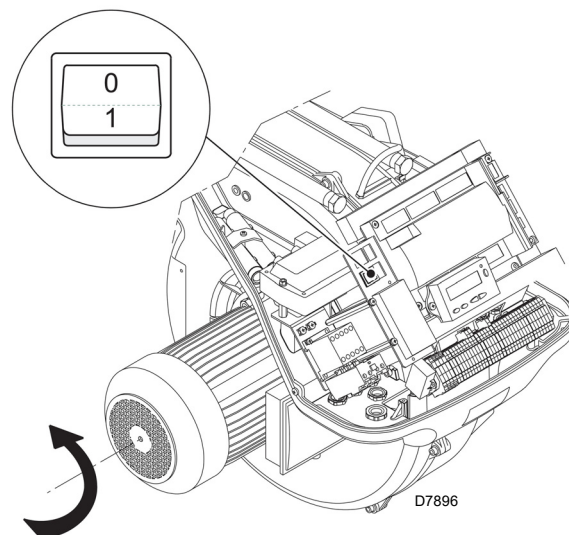

Fig. 28
Fechar os termóstatos/pressostatos e colocar o interruptor da Fig. 28 na posição “1”.
Aquando do arranque do queimador, posicionar-se na frente da ventoinha de arrefecimento do motor do ventilador e verificar se a mesma gira no sentido anti-horário. Ver Fig. 28.
- colocar o interruptor de Fig. 28 na posição “0” e aguardar que o controlo de chama execute a fase de desligamento;
O queimador está no estado de espera de pedido de calor ou seletor "0-1" (Fig. 28 em pág. 34) está na posição "0".
Com o interruptor seletor **"0-1"** (Fig. 28 em pág. 34), o queimador não para imediatamente, mas ocorre a fase de desligamento.